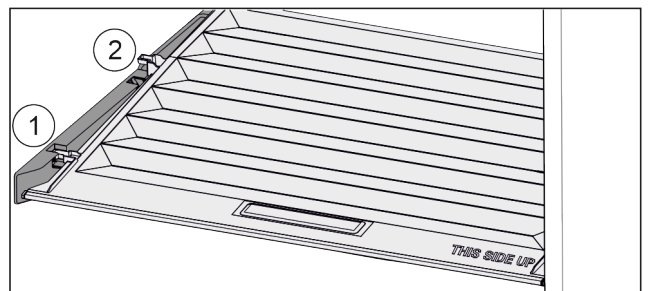

Fig. 54
- Trekk dekelet til åpningen i holdedelene fremover Fig. 54 (1).
- Løft ut nede bak og ta opp og ut Fig. 54 (2).